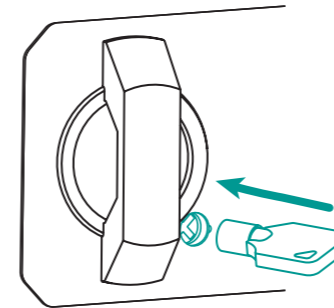

Рис. 5.3
- Вставьте ключ до упора (флажок ключа справа) и, надавив на него, поверните до упора против часовой стрелки (Рис. 5.3). Поверните ручку (4) по часовой стрелке до упора и откройте дверь сейфа.